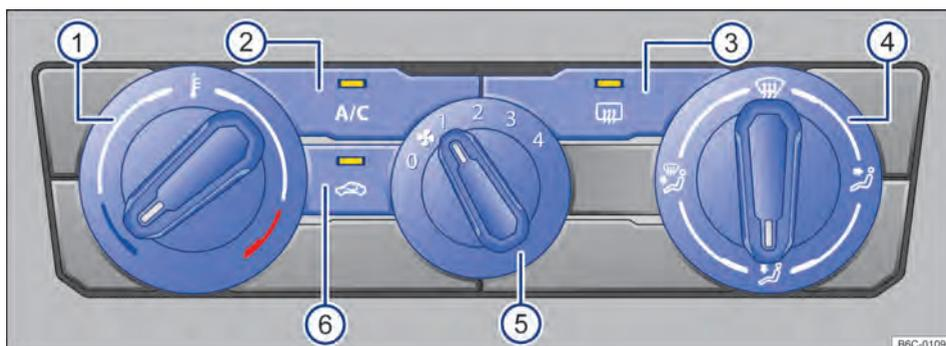
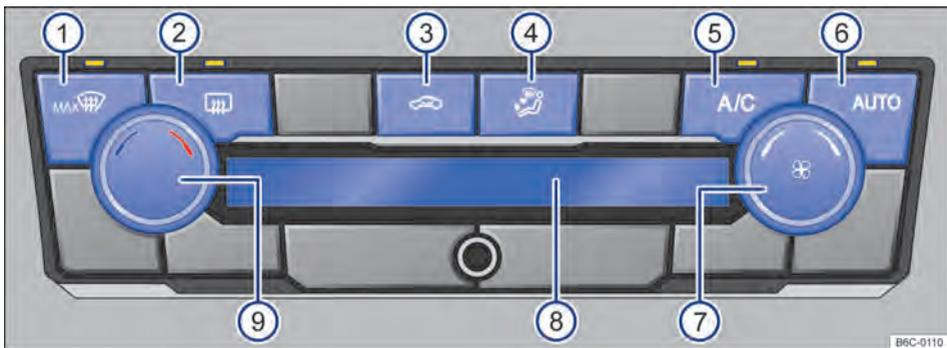

Fig. 80 Comandos do ar-condicionado.
Fig. 81 Comandos do Climatronic.
- *Ar-condicionado*: girar o regulador do ventilador para o nível 0 → Fig. 80 ⑤.
- *Climatronic*: girar o regulador do ventilador para a esquerda até o batente → Fig. 81 ⑦
Com o botão **AUTO** → Fig. 81 ⑥ é possível ligar o modo automático do Climatronic.
O modo automático garante temperaturas constantes no interior do veículo. A temperatura do ar, o volume de ar e a distribuição de ar são regulados automaticamente. O funcionamento automático se desliga quando a ventilação é alterada manualmente ou com a alteração da distribuição de ar através do botão → Fig. 81 ④ pressionar.
- *Ar-condicionado*: girar o regulador rotativo esquerdo → Fig. 80 ①.
- *Climatronic*: girar o regulador rotativo esquerdo → Fig. 81 ②.
No display do Climatronic → Fig. 81 ⑧ é indicada a temperatura ajustada.
- *Ar-condicionado*: girar o regulador do ventilador → Fig. 80 ⑤.
- *Climatronic*: girar o regulador do ventilador → Fig. 81 ⑦.
- Pressionar o botão **☞** → Fig. 80 ③ ou → Fig. 81 ③.
- *Ar-condicionado*: girar o regulador da direita → Fig. 80 ④ para posição desejada.
- *Climatronic*: pressionar o botão → Fig. 81 ④ para posição desejada, a distribuição selecionada será indicada no display ⑧.
- *Ar-condicionado*: girar o regulador direito para a posição  → Fig. 80 .
- *Climatronic*: pressionar o botão  → Fig. 81 .